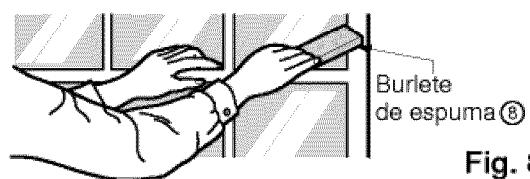

Fig. 8
- 11** Corte el burlete de espuma ⑧ en el largo adecuado e insértelo entre la hoja superior de la ventana y en la hoja inferior de la misma. (ver Fig. 8)